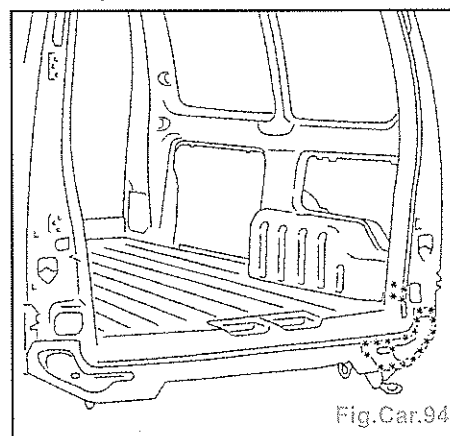

Fig.Car.94
- Dégraffer les points de soudure électrique à l'aide d'une fraise Ø 8 mm (Fig. Car.94).